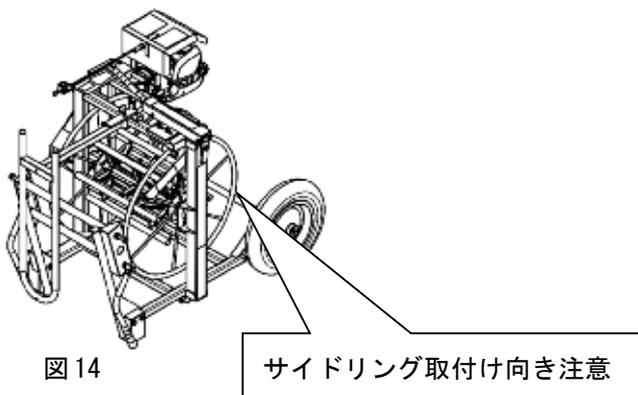

図14
14. 収縮した巻取り部をもとの位置に、手で押し込みサイドリングを取り付け、とびらを起しクランプを掛け、もとの状態に戻します。(図14参照)